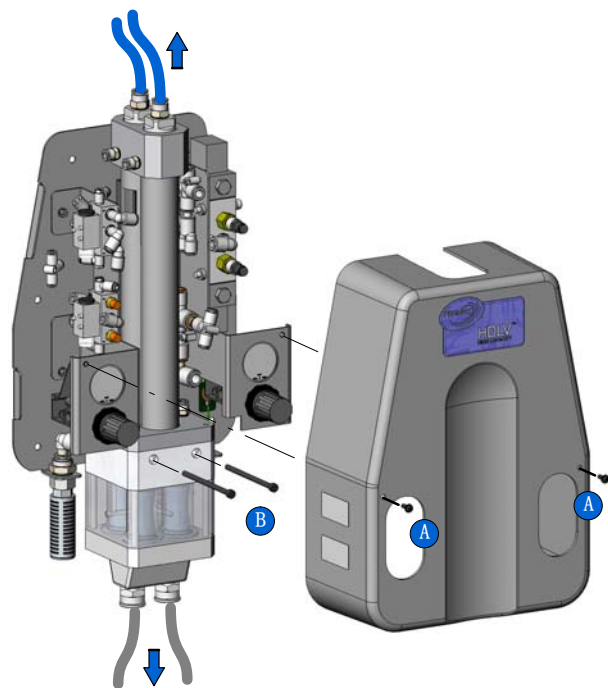

图 9 拆卸泵组件
1. 见图9。将冲洗气管线从泵的顶部断开。
5. 见图9。卸掉将泵组件固定于基底上的两个螺钉（B）。将泵组件移到清洁的工作表面。